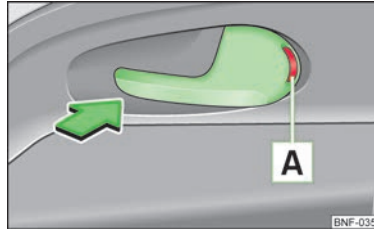

Bild 12
» bild 12 blir synlig.
- Öppna dörren genom att en gång dra i dörröppnarhandtaget motsatt pilens riktning » bild 12.